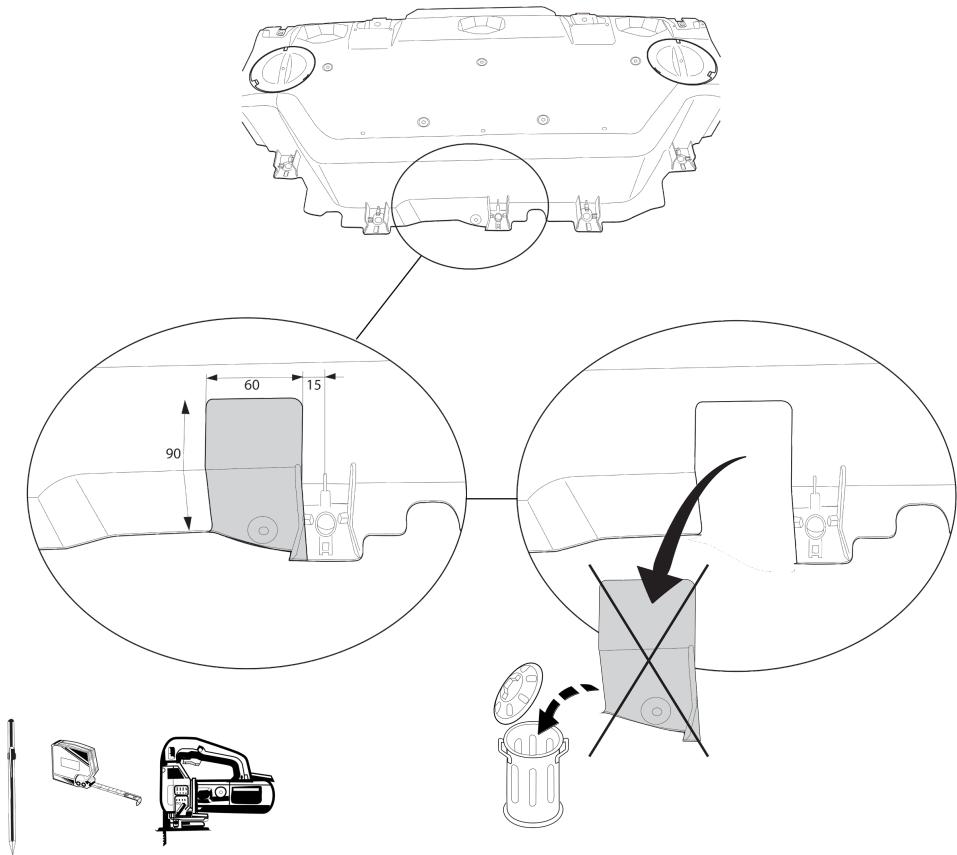

Fig. 4
- Отпилить обозначенную часть, как указано на рис. 4.